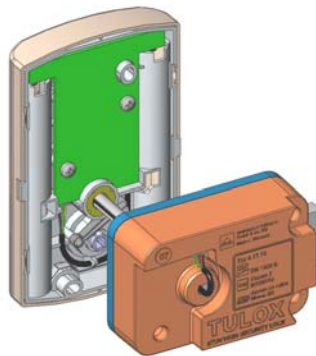
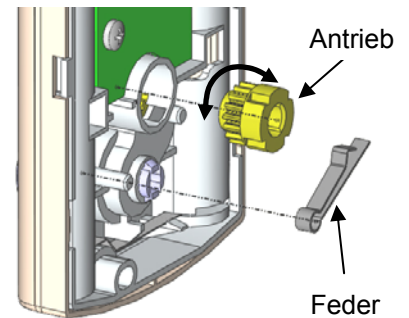

Bild 3
Bild 4
Sollte Ihre gewünschte Anordnung nicht so sein, wie es in Bild 3 zu sehen ist, dann müssen Sie die Feder entfernen und den Antrieb aus dem Grundkörper holen und in 90° Schritten in die gewünschte Position drehen (Bild 4)
8. Stecken Sie das Schloss auf die Achse (Bild 3).